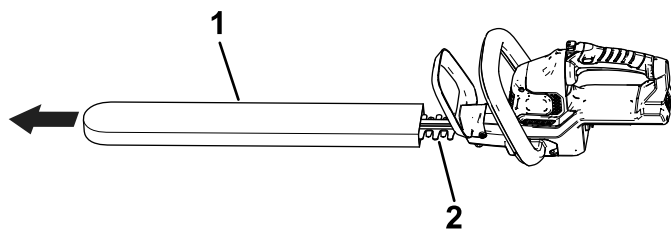

Figure 4
1. Enlevez le couvercle de protection des lames (Figure 4).